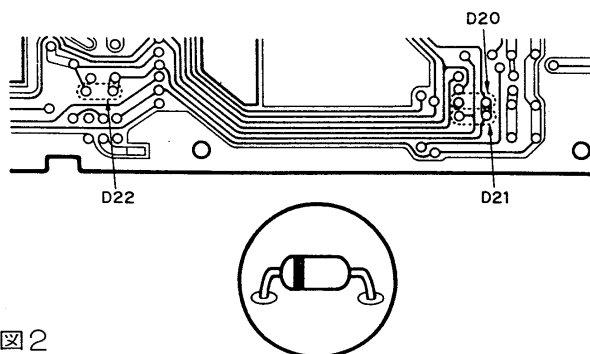

図2
- ③図2を参照してD20, D21, D22のシリコンダイオード(1SS133, 1SS53等)を追加することによりスキャン動作を下記のように変更することができます。
- PAユニットを取り付けている4本のネジを外します。(図2参照)
(図2)